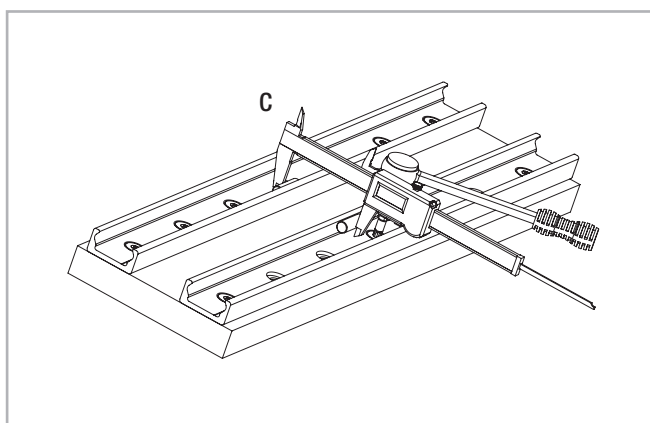

Рис. 167
(4) Затянуть винты в середине "С" второй направляющей (рис. 167), убедившись, что на этом участке расстояние между рабочими поверхностями (дорожками качения) обеих направляющих соответствует среднему значению результатов аналогичных измерений, ранее проведённых на концах "А" и "В";
(5) Затянуть все оставшиеся крепежные винты и проконтролировать требуемый момент затяжки всех крепежных винтов (см. стр. CR-94, Табл. 77).